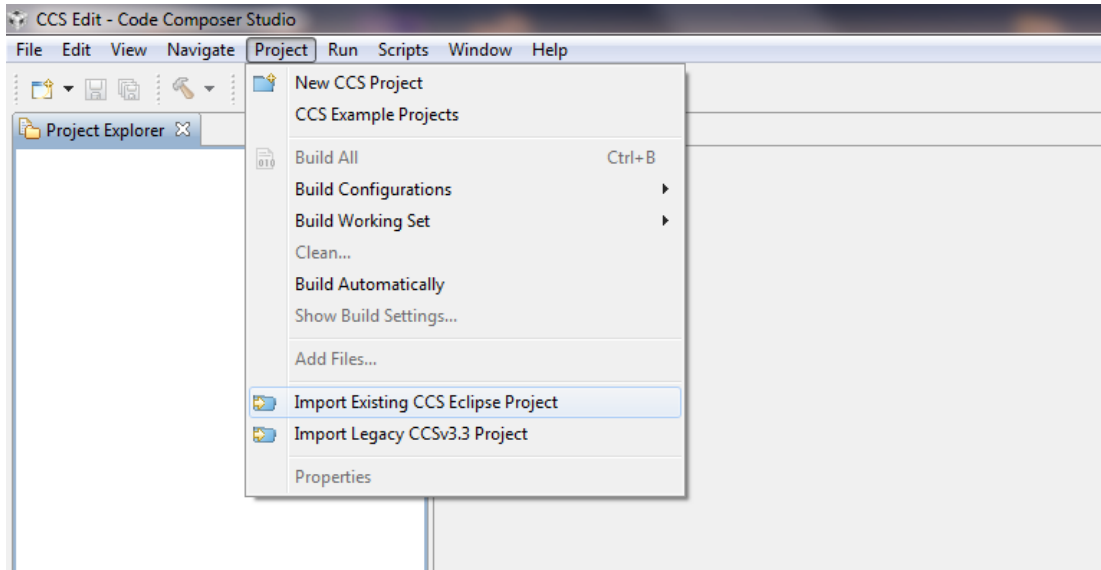
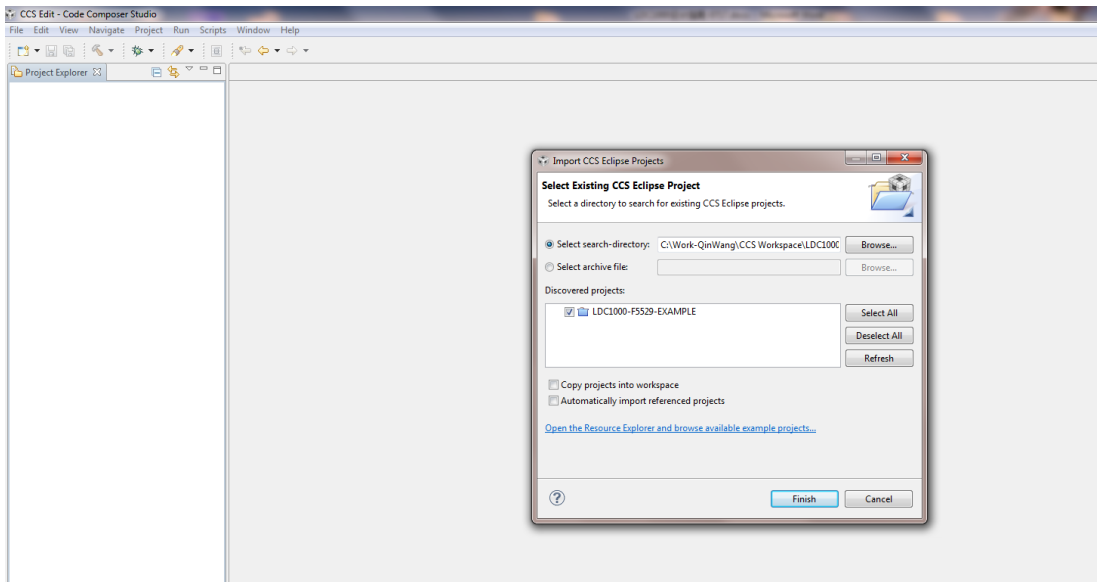

图 4 导入工程的菜单选项
图 5 导入 LDC1000 例程
2、打开 CCS (V5 版本), 单击 “Project->Import existing CCS eclipse project ”, 如图 4 所示。选择实验例程所在的文件夹, 将示例工程导入 (图 5)。注意: 实验例程所在的文件夹的目录不能有中文字符, 因为 CCS 只接受 8 位 ASCII 的文件名及文件路径。